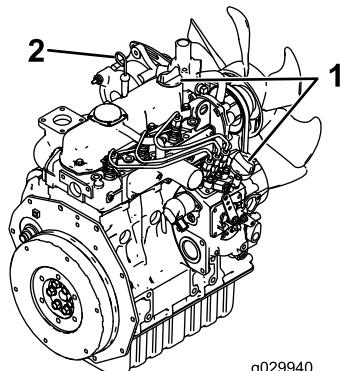

Figura 43
4. Pulite l'area attorno all'asta di livello dell'olio e al tappo di rifornimento dell'olio (Figura 43).